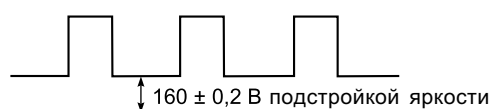

Рис. 5. Регулировка ускоряющего напряжения
4. Пока надпись BR остается на экране, установите регулятор ускоряющего напряжения на минимум и, регулируя яркость, установите значение видеосигнала на уровне 140 В (для моделей 2150 и 2170 установите 160 В, как показано на рис. 5).